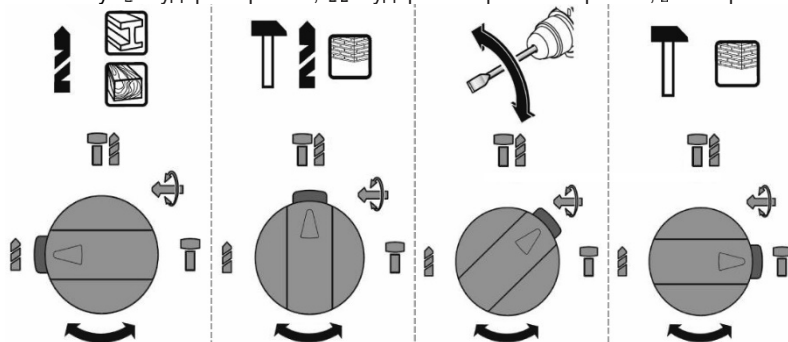

Рисунок 6
4.1 Виберіть необхідний режим роботи виробу за допомогою перемикача (дивіться рисунок 6). Перемикання режимів роботи виробу здійснюється поворотом перемикача (4, рисунок 1) у бік відповідного символу:  – ударний режим,  – ударно-обертальний режим,  – обертальний режим.